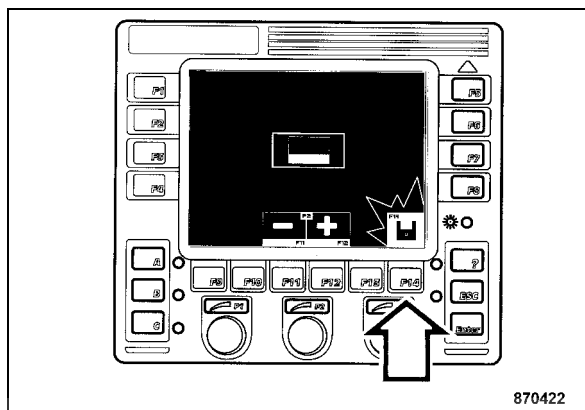

Fig. 86
- Appuyer sur la touche "F14" (Fig. 86) pour sauvegarder la sélection.